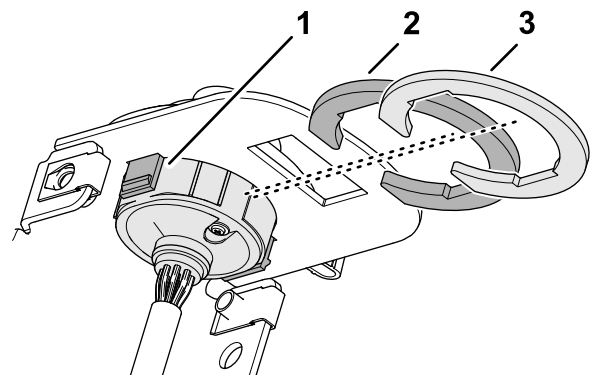

Figure 28
3. Fixez le commutateur multifonction sur le support avec les clips mince et épais (Figure 28).